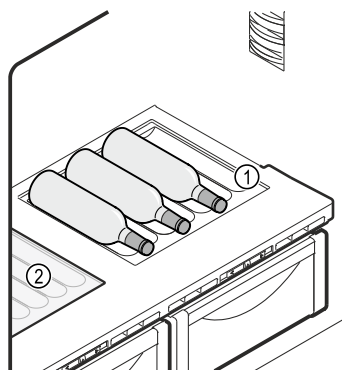

Fig. 162 Ilustrační zobrazení
- Skleněnou desku Fig. 162 (2) vložte pod variabilní přihrádku na láhve.